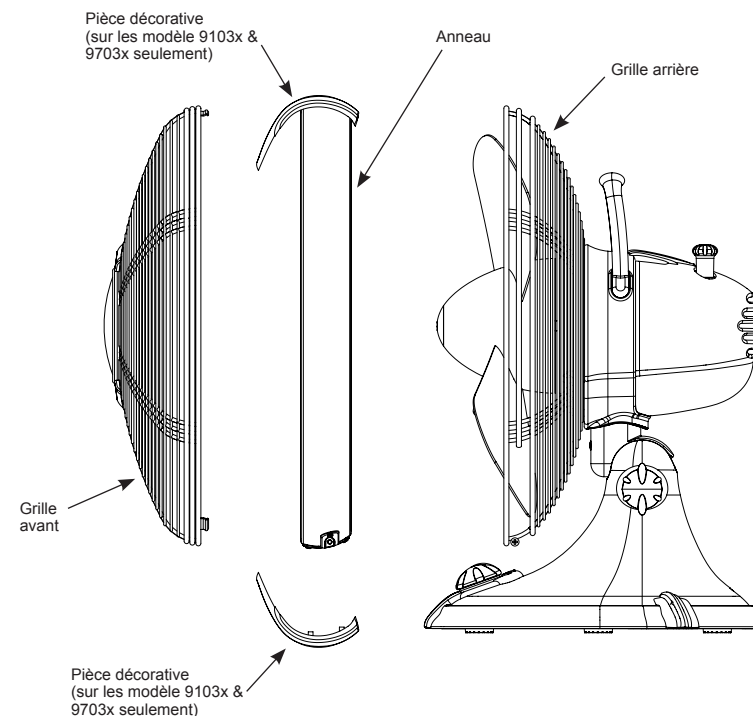

FIGURE 5
3. Enlever l'anneau, la pièce décorative inférieure (sur les modèle 9103x & 9703x seulement) et la grille avant. Voir figure 5.